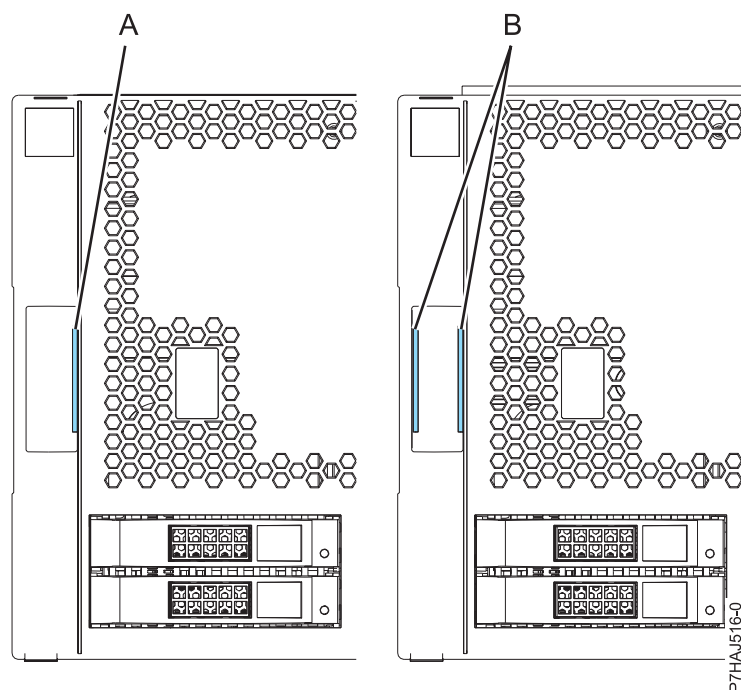

Figura 21. Identificació de les cobertes antigues i noves
**Nota:** Les cobertes antigues subministrades abans de l'1 de març de 2011 es poden identificar per la cinta blava (A) que tenen els pestells del conjunt de la coberta. Les cobertes més noves, subministrades després de l'1 de març de 2011, tenen dues cintes blaves (B) als pestells del conjunt de la coberta. Consulteu Figura 21.